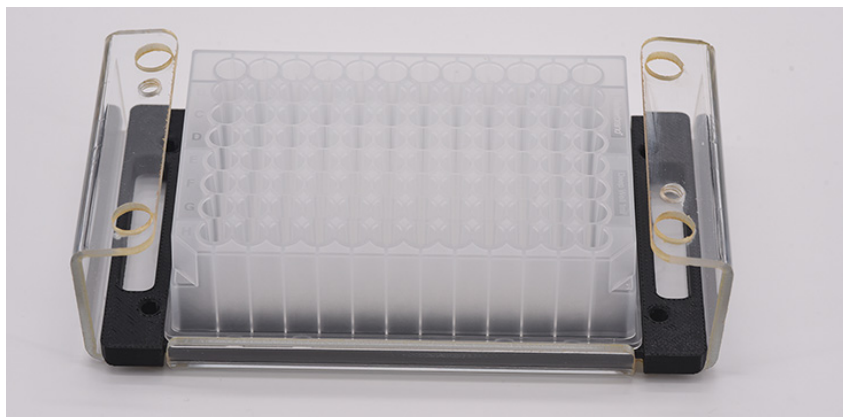

Figure 101 Station d'accueil de l'array avec plaque à 96 puits profonds
- 3 Placez une plaque à 96 puits profonds (référence Agilent n° P60-20 ou Fisher n° 12-566-120) dans la station d'accueil de l'array avec le socle pour plaque (**Figure 101**).